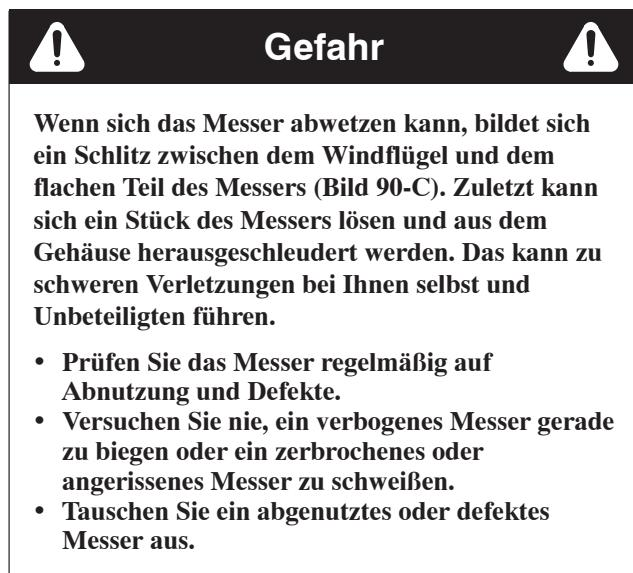

Bild 91
- Untersuchen Sie die Schnittkanten aller Messer. Schärfen Sie alle stumpfen und ausgekerbten Schnittkanten. Schärfen Sie nur die Oberseite der Schnittkanten und behalten dabei den ursprünglichen Schnittwinkel bei, um die Schärfe des Messers zu gewährleisten (Bild 91). Das Schnittmesser behält seine Auswuchtung bei, wenn von beiden Schnittkanten die gleiche Materialmenge entfernt wird.